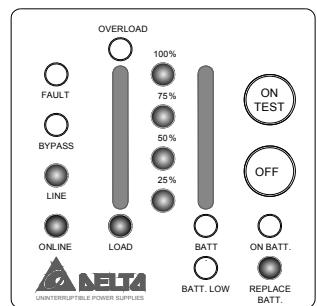

Рис. 3-10. Индикация при необходимости замены батареи
**Необходимость замены батареи.** Соответствующий индикатор информирует пользователя о необходимости замены батареи. Если встроенный микропроцессор обнаруживает неисправность батареи, ИБП подает звуковой сигнал длительностью 0,1 секунды каждые 2 секунды (см. рис. 3-10).